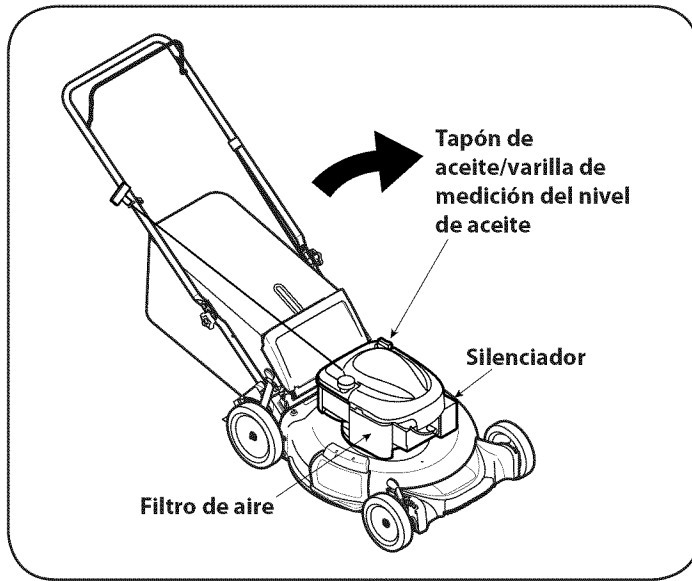

Figura 17
3. Quite la tapa/varilla medidora del nivel de aceite y drene el aceite al recipiente inclinando el motor hacia el tubo de llenado del aceite. Vea la Figura 17.
2. Incline la cortadora de césped de modo que quede apoyada sobre el alojamiento, mantenga el silenciador de costado hacia abajo. Refiérase a la figura 17. Sostenga firmemente la cortadora.